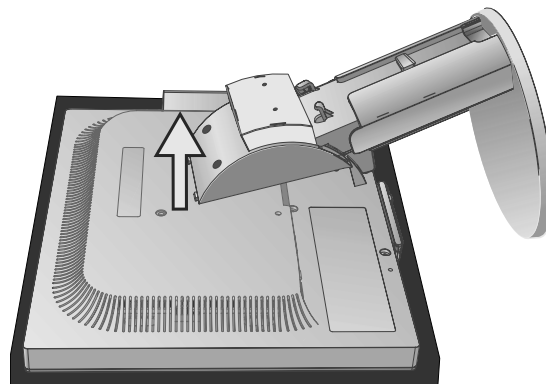

Abbildung S.3
5. Entfernen Sie den Monitorfuß (**Abbildung S.3**).